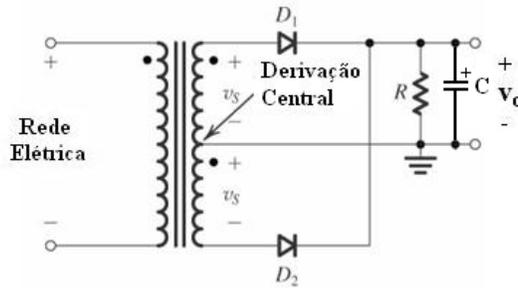

Figura 3 – Retificador de Onda Completa usando transformador com derivação central.
- 3) Analise o circuito do retificador de onda completa usando um transformador com derivação central mostrado na Figura 3 e obtenha a forma de onda na saída considerando uma carga $R_L=1,5 \text{ k}\Omega$. Considere que no secundário a tensão seja de $9V_{RMS}$. Determine o valor do capacitor necessário para atuar como filtro neste circuito para obter uma ondulação que varie de 8 a 12V.